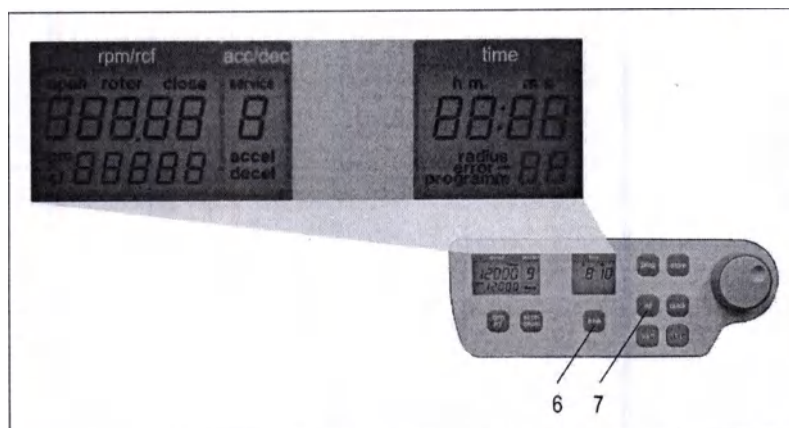

Рисунок 3
Если центрифуга выключена, одновременно нажмите кнопки «time» [время] (6) и «lid» [крышка] (7) и включите переключатель на центрифуге. Отпустите обе кнопки. В результате проводится проверка функций дисплея примерно в течение 5 секунд. Одновременно появятся все возможные индикаторы (см. Рисунок 3).